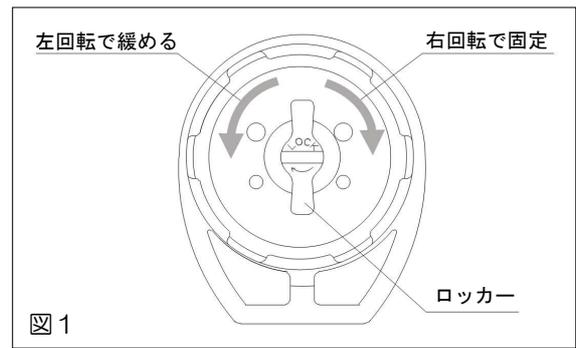

図1
- ⑦ ナットの緩め、既設管の解体などには使用しないで下さい。
- ⑧ 放り投げる、ハンマでトルクレンチを叩く、ハンマ代わりに使用するなど強い衝撃を与えることは絶対にしないで下さい。破損や変形が生じ、精度に悪影響を及ぼし、耐久性が低下します。
- ⑨ トルクレンチに力をくわえる際に弾みをつけたり、体重をかけたり、足で踏みつけたりしないで下さい。また、トルク感知（カチンというクリック音）後にさらに力を加えることはしないで下さい。負荷のかけ過ぎや測定範囲以上の負荷をかけると破損する可能性があります。
- ⑩ 分解や改造はしないで下さい。規定のトルク値が得られないだけでなく、工具の破損に繋がります。（トルクレンチ部を取り外し、他のヘッドに取付けても正確なトルク設定値を得ることはできません。（株）東日製作所の交換ヘッド及びMCCで販売している他のトルクレンチヘッドを取り付けても正確なトルク設定値は得られません）
- ⑪ 最大トルク以上で使用しないで下さい。破損やけが・事故の原因となります。
- ⑫ 使用後はゴミ・ホコリ・ドロ・油・水分などの汚れを取除き、乾燥した場所に保管して下さい。汚れがついたまま保管すると、作動不良、精度不良の原因となります。
- ⑬ 長時間使用しない時は、最低目盛りにセットし、防錆油を塗布し、付属のスチールケースに入れて乾燥した場所に保管して下さい。保管方法が悪いと、精度劣化や耐久性の低下が早まる可能性があります。
- ⑭ 工具は常に点検し、磨耗や損傷のある状態では使用しないで下さい。磨耗や損傷のある場合は規定のトルク値が得られない場合があります。異常が認められた場合は点検、修理を受けて下さい。
- ⑮ トルクレンチは後述の定期点検が必要です。定期点検の他にも乱暴な取扱い、長期間放置、使用頻度が多いなどの理由により精度が落ちる時がありますので精度確認が必要な際は点検を受けて下さい。測定精度を維持する為に1年に1回、または1万回使用の早い方での定期点検・校正をお勧めします。
■ トルク値の設定（図1）
- ① ロッカーをゆるめる。（左回転）
- ② グリップ先端部を回し、次の例を参考にトルク値を合わせる。（主目盛+副目盛）
- ③ ロッカーをロックする。（右回転）